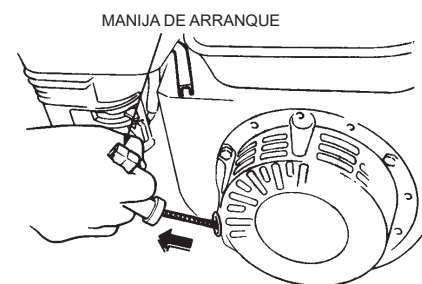

Figura 13. Manija de arranque
6. Tome la manija de arranque (consulte la Figura 13) y tírela lentamente. La resistencia se vuelve mayor en un cierto punto, que corresponde al punto de compresión. Tire la manija de arranque de forma rápida y uniforme para arrancar.